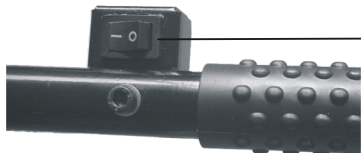

рис. 21
3. Переведите выключатели зажигания, расположенные на корпусе двигателя и на рукоятке управления, в положение ON (ВКЛЮЧЕНО) (рис. 21, 22).
2. Переведите выключатели зажигания в положение OFF (ВЫКЛЮЧЕНО) (Рис. 21, 22).
Внимание! Для экстренной остановки двигателя пользуйтесь выключателем, расположенным на рукоятке управления (рис. 21). 3. Закройте топливный кран.